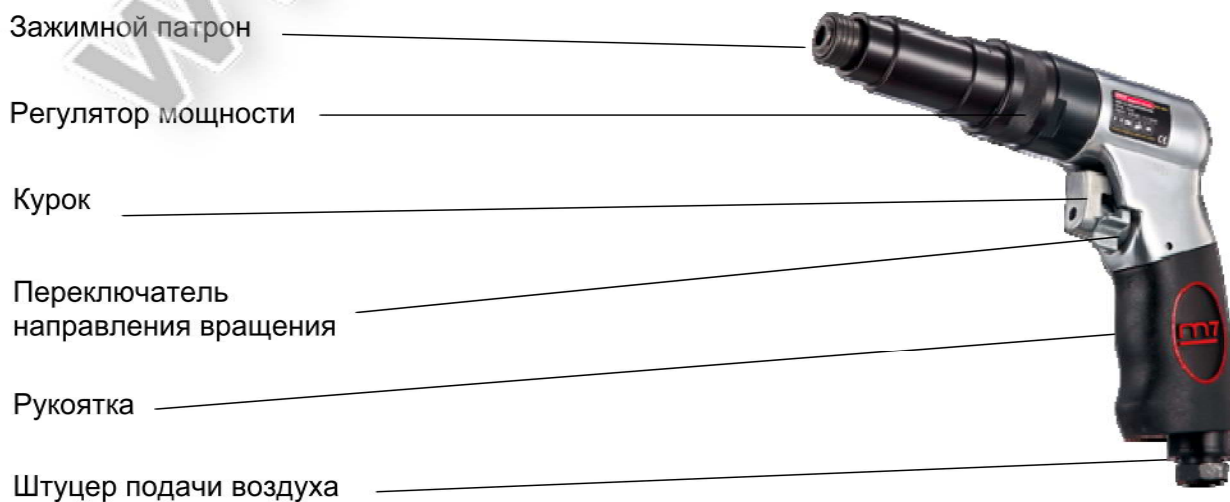

Рис. 1
- Управление шурупвертом осуществляется с использованием курка (Рис. 1), который находится под указательным пальцем.